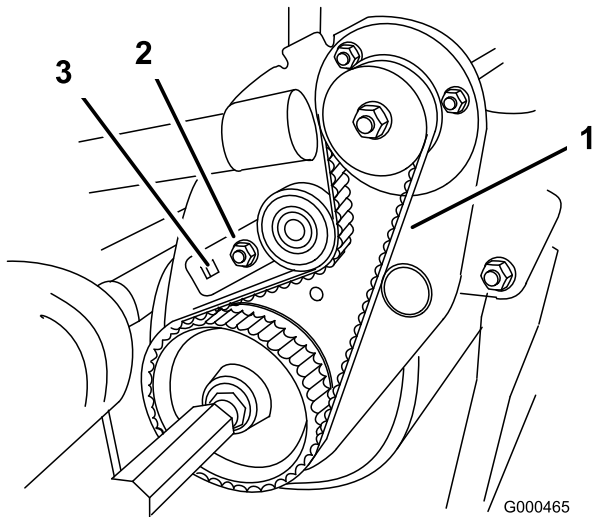

Figure 41
B. À l'aide d'une clé dynamométrique de 3/8", tournez la patte de montage de la poulie de tension avec un couple de 4-4,5 Nm pour obtenir la tension voulue (Figure 41). Serrez le boulon de fixation de la patte de montage de la poulie de tension. Ne tendez pas la courroie excessivement.